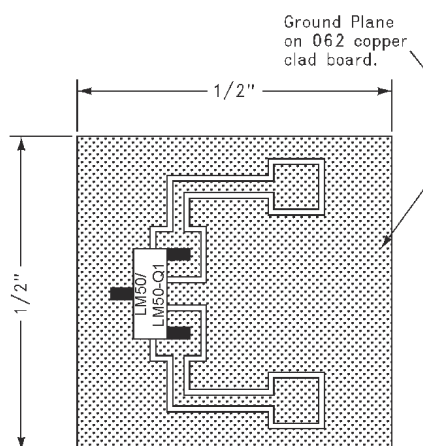

图 8-14. 用于散热器生成热响应曲线的印刷电路板 LM50-Q1 (旧芯片)
- (1) 器件焊接到 30 号导线。
(2) 使用的散热器是带有 2 盎司箔片的 0.5 英寸方形印刷电路板，其部件安装如 图 8-14 所示。